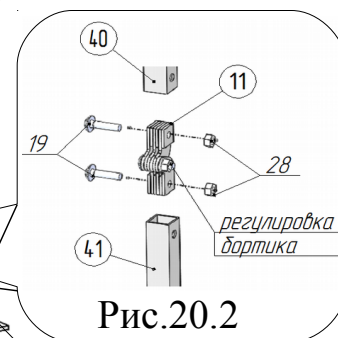
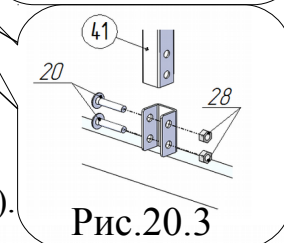

Рис.20.2
Рис.20.3
17. Присоединить к скобам на рамах кровати поз.1,2 стойки бортика поз.41, используя винты М6х30 поз.20 и гайку М6 со стопорным кольцом поз.28 (рис.20.3). Присоединить к стойкам бортика поз.41 бортик поперечный поз.40, используя шарниры бортика поз. 11, установив их таким образом, чтобы складывание бортика происходило на спальное место (см. рис.20.2). Закрепить их, используя винты М6х25 поз.19, гайки М6 со стопорным кольцом поз.28. Головки винтов располагать с наружной стороны бортика.
бортика поз.40, затягивая или ослабляя винтовое соединение в центрах шарниров (см. рис.20.2). Регулировку производить до обеспечения фиксированного положения бортика в горизонтальном и вертикальном положении. Бортик поз.40 можно присоединить как на одной стороне кровати, так и на противоположной.